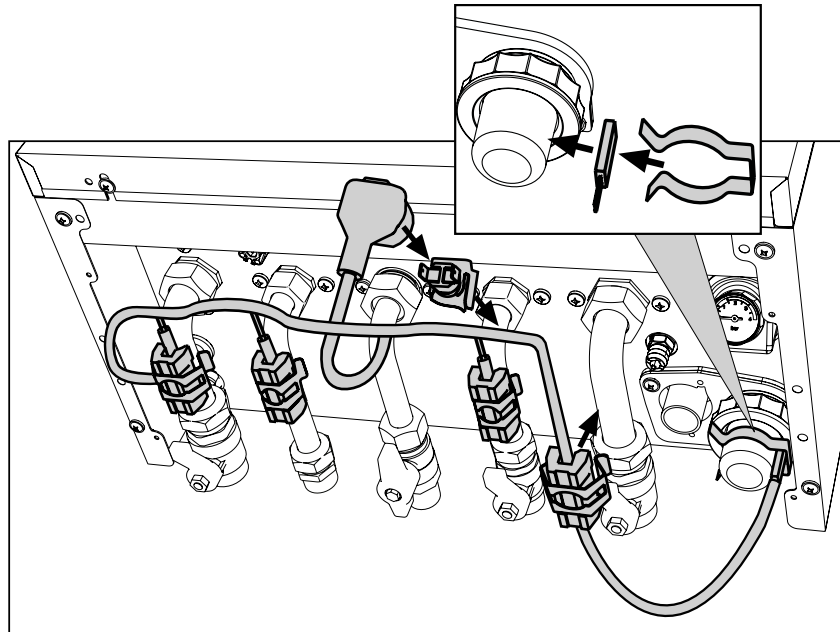

fig. 37 - Antivrieskit
In geval van installatie buiten op een plaats die gedeeltelijk beschermd is tegen temperaturen onder -5°C , tot maximaal -15°C , moet de verwarmingsketel uitgerust zijn met een geschikte antivrieskit voor de bescherming van het circuit. Sluit de kit aan op de printplaat in de verbinding die is aangegeven in het schakelschema van "fig. 81 -" op pagina 93 (ref. 288) en plaats de thermostaat en de verwarmingen op de leidingen, zoals aangegeven in fig. 37 en de instructies bij de kit.